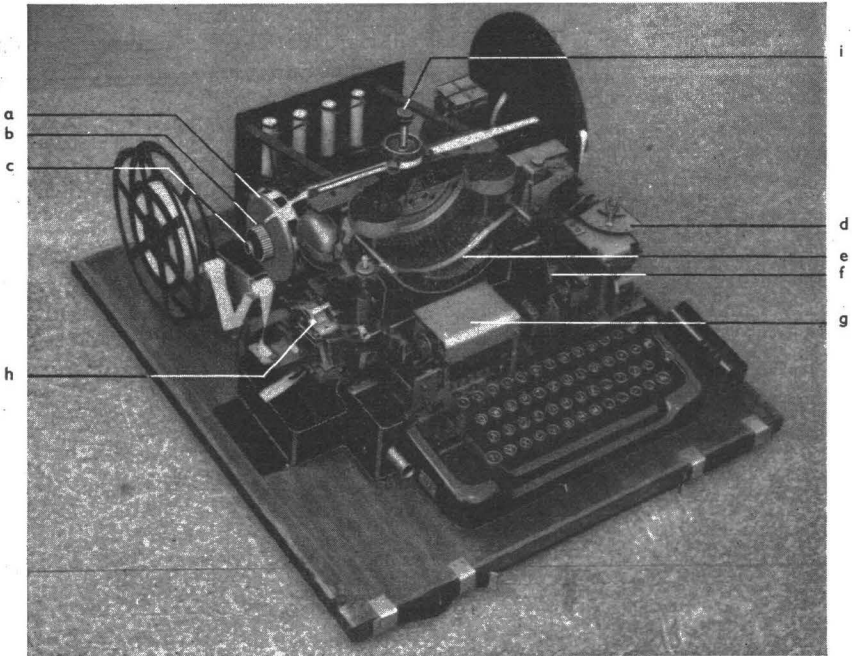

Bild 10
21. Inbetriebsetzung der Station (Bild 10).
c) Typenarretierbügel (Bild 10 e) von Typenkorb des Fernschreibers entfernen und in das Holzkästchen der Papierumleitvorrichtung versorgen.
g) Kontrollieren, ob der Zeiger des Teilkreises auf 60 steht und ob die Mutter zur Einstellung des Zeigers angezogen ist (Bild 10 d).